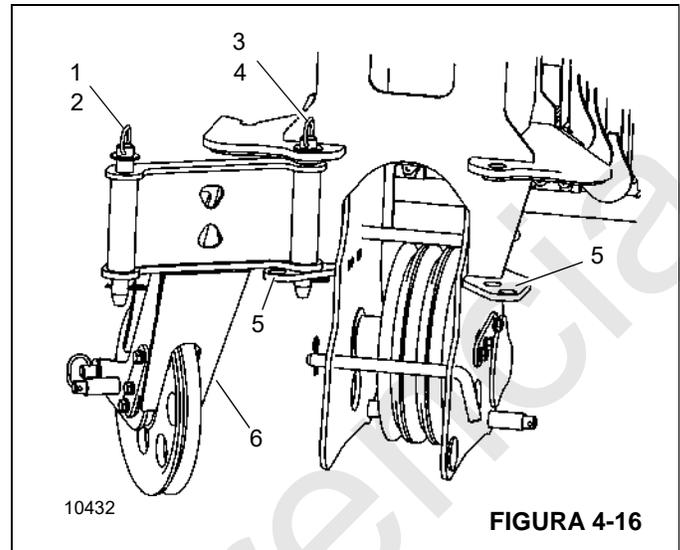

FIGURA 4-16
1. Retire el pasador hendido (2 o 4, Figura 4-16) y el pasador (1 o 3) de un lado de la punta de la pluma auxiliar (6).
2. Gire la punta de la pluma auxiliar a un lado. Figura 4-16 muestra la punta de la pluma auxiliar (6) en el lado derecho.
3. Para mantener temporalmente la punta de la pluma auxiliar en su posición, inserte el pasador (1 o 3) en el orificio de retención (5) en el orificio de la brida de montaje de la punta de la pluma.
5. Retire el pasador (1 o 3) del orificio de retención (5).
6. Gire la punta de la pluma auxiliar (6) a la posición instalada.
7. Asegure la punta de la pluma auxiliar (6) a la punta de la pluma con el pasador (1 o 3) y el pasador hendido (2 o 4).